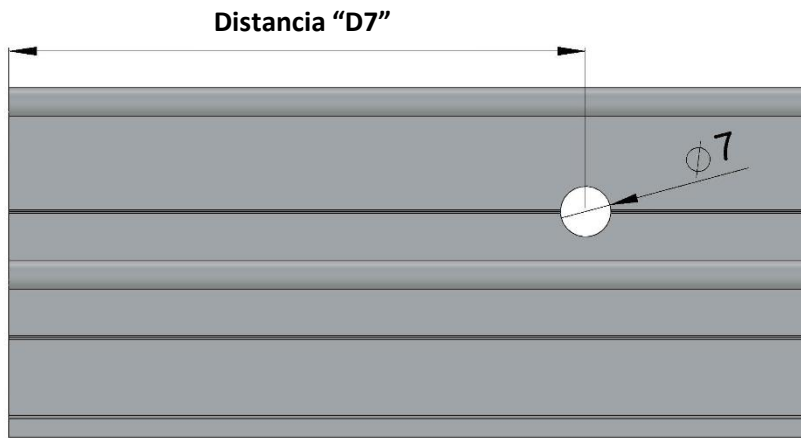

Figura 2
- Para la fijación y compensación del sistema, se realizan taladros de **7mm** diámetro, a la distancia indicada como “D7” en la hoja de mecanizado (Figura 2), en los perfiles que se indiquen en la hoja de mecanizado. Utilizar las líneas existentes como guías para realizar los mecanizados.